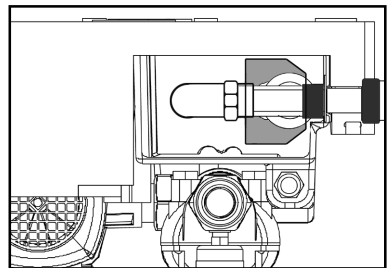

Bild 7
- **Das Schwimmerventil bei der Installation der Trinkwasserleitung nicht verdrehen oder verbiegen, ggf. an den entsprechenden Schlüsselflächen des Schwimmerventils gehalten, siehe Bild 7 (schwarz eingefärbt)!**
- Der Auftriebskörper des Schwimmerventils muß senkrecht im Trinkwasserbehälter ausgerichtet sein, siehe Bild 7 (hellgrau eingefärbt)!